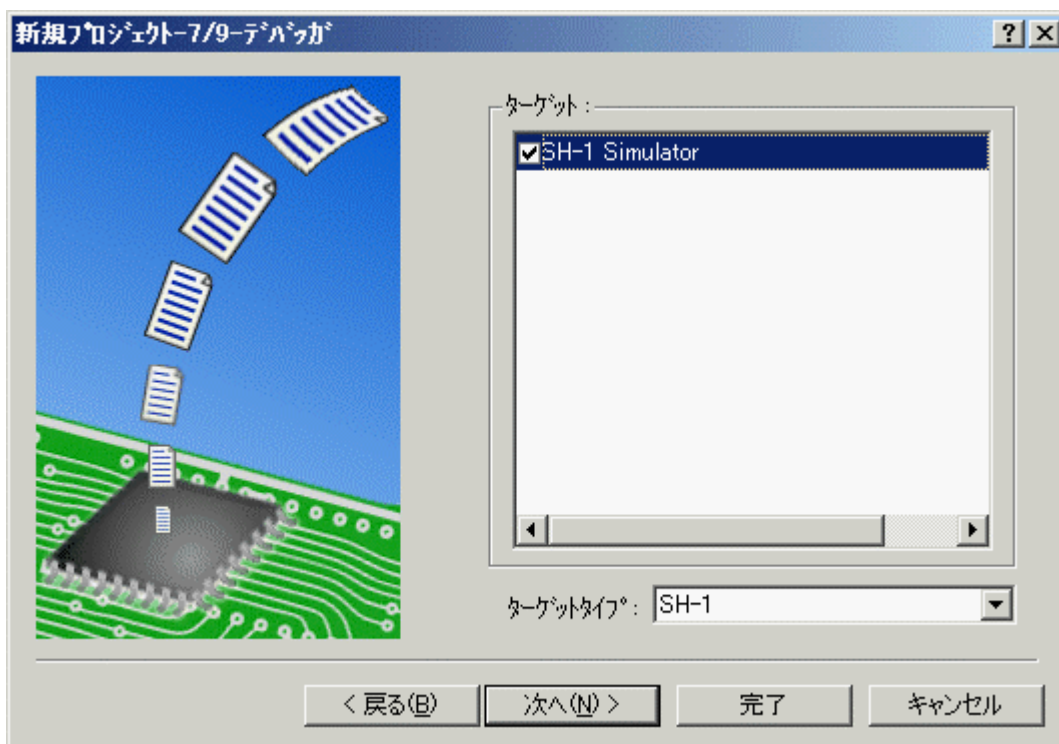

図 2.8 デバッガターゲット設定画面（Step7）
Step6画面で [Next >] をクリックすると、図 2.8に示す画面を表示します。この画面で、デバッガターゲットを設定します。[Target:]から使用するデバッガターゲットを選択（チェック）してください。デバッガターゲットは、未選択でも複数選択してもかまいません。